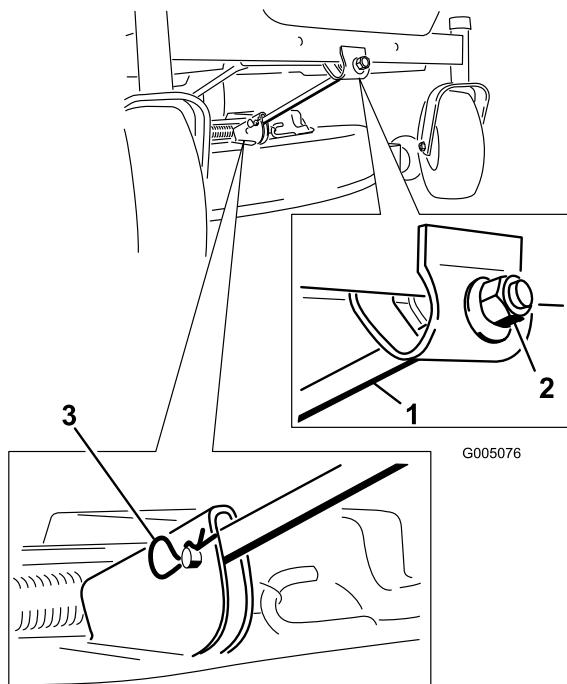

Figure 51
- Enlevez la goupille fendue et l'axe de chape de la tige de support avant (Figure 51). Abaissez doucement l'avant du tablier de coupe au sol.
6. Fixez la tige de support avant au tablier de coupe à l'aide de l'axe de chape et de la goupille fendue (Figure 51).